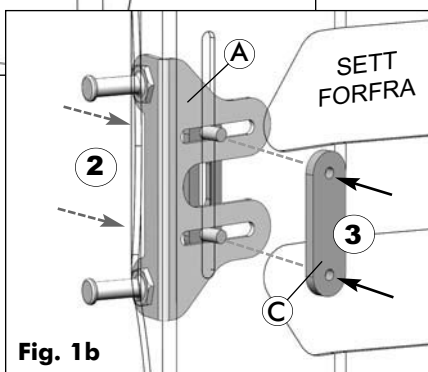

Fig. 1b
- Arbeid fra baksiden av rygglenet, og monter de 2 skruene som stikker ut av monteringsbraketten, gjennom det loddrette sporet i MX2-rygglenet (2); (se fig. 1b)
- Fest festebraketten til MX2-rygglenet ved å skru skruene inn i mutterskiven (D) på framsiden (innsiden) av rygglenet (3); (se fig. 1b)
- 2 Monter den gjenværende festebraketten for hurtigkobling (A) på motsatt side av rygglenet (i samsvar med trinn 1 ovenfor).